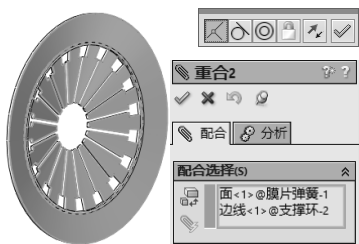

图 5-29 为零部件添加重合配合关系
STEP 6 单击“装配体”工具栏中的“配合”按钮, 选择新导入的支撑环的一条外边线和膜片弹簧的内表面，添加重合配合，如图 5-29 所示。